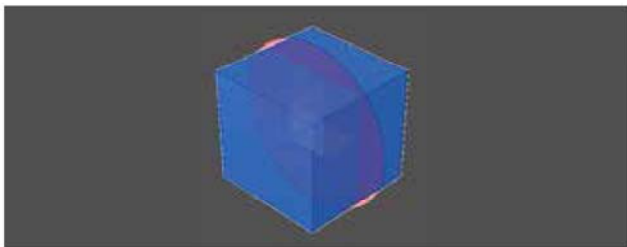

图 2-77
(12) **轮廓分割**: 使用从实体的分模线生成的曲面来分割该实体。通过选择平面或轴设置视图方向, 然后选择实体, 再选择分割操作, 如图 2-77 所示。